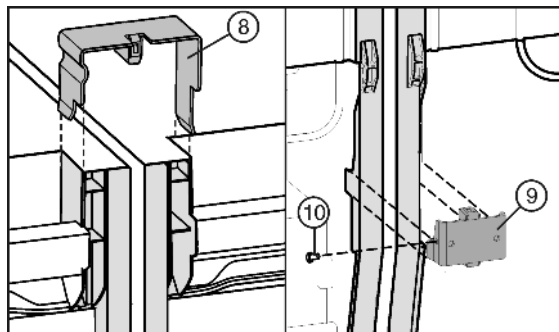

Fig. 7
- ▶ Verbindungsklammer Fig. 7 (8) oben auf die mittleren Seitenwände stecken.
- ▶ Verbindungswinkel Fig. 7 (9) unten in die passende Aussparung einsetzen.
- ▶ Falls der Verbindungswinkel etwas locker sitzt, Schraube Fig. 7 (10) montieren.